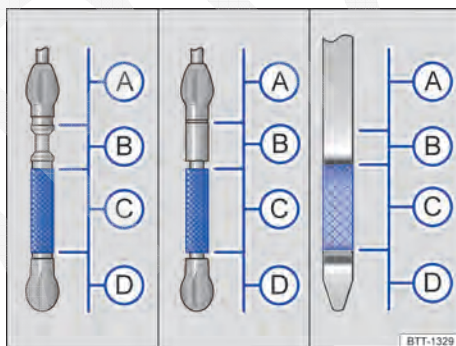

Fig. 227 Vareta de medição do óleo do motor com marcas de nível de óleo do motor.
7. Retirar novamente a vareta de medição do óleo e ler o nível no óleo do motor na vareta de medição → Fig. 227 da seguinte maneira:
13. No final do processo de abastecimento do óleo, o nível do óleo do motor deve estar, ao menos, no meio da área → Fig. 227 , mas jamais acima de  → .
Em caso de alta demanda do motor, o nível do óleo do motor deve estar na área superior permitida → Fig. 227 , por exemplo, em longas conduções por estradas durante o verão ou durante travessias de montanhas.